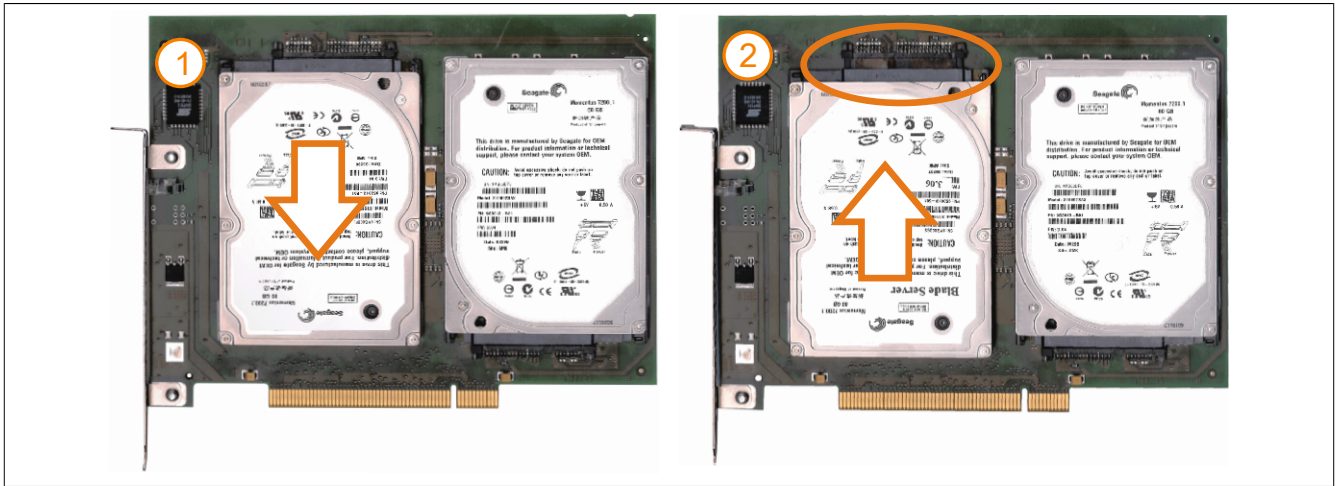

Abbildung 275: Hard Disk Tausch
6. Vorderseitig die Hard Disk nach unten hin wegschieben (Abb. 275: Hard Disk Tausch - linkes Bild).
7. Neue Hard Disk vorsichtig in die Steckverbindung (Abb. 275: Hard Disk Tausch - rechtes Bild) aufstecken und dabei die Hard Disk nur an der Stirnseite, nicht an der Oberseite, berühren.